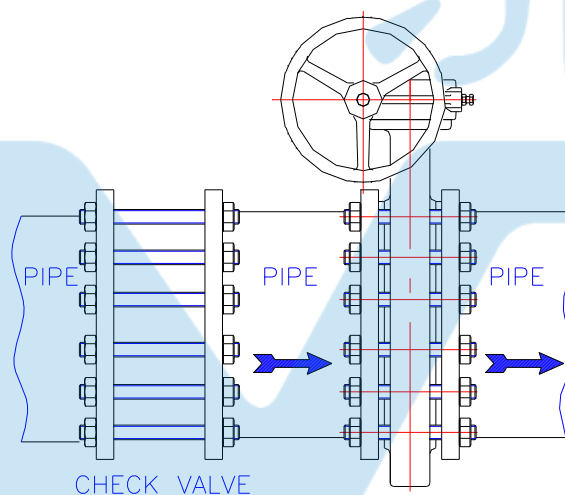

Fig.8
7.8 閥門裝置於管路時應避免與雙瓣逆止閥直接相接，應在中間加裝一短管，以避免閥瓣與雙瓣逆止閥之閥瓣干涉。(Fig.8)